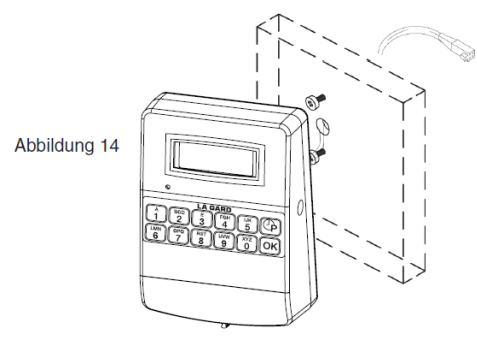

Abbildung 14
3. Führen Sie das Kabel der Eingabeeinheit von der Vorderseite der Tresortür durch das Spindeloch. (Abbildung 14)